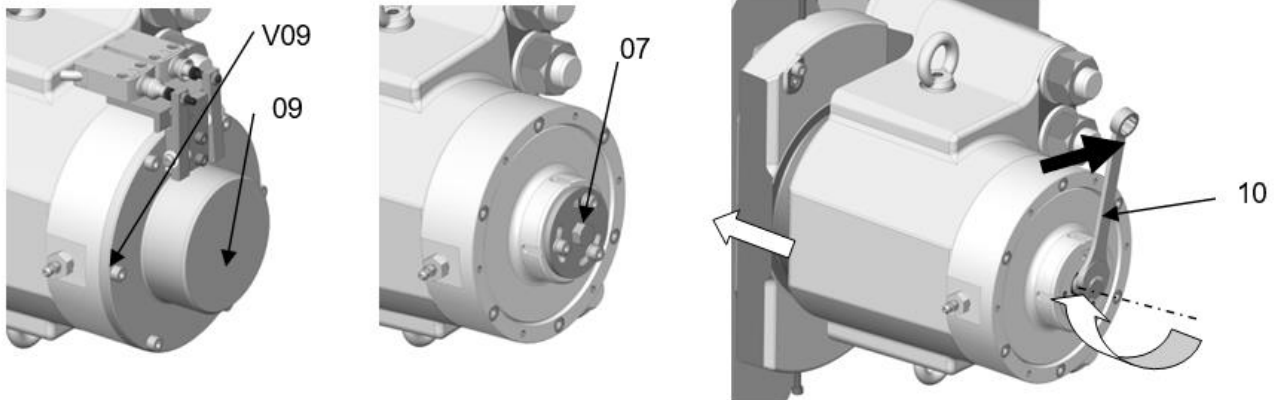

Bild 5.2
3. Die Abdeckung **09** durch Entfernen ihrer 6 Schrauben **V09** mit einem Innensechskantschlüssel abmontieren Bild 5.2.
4. Die Sicherungsscheibe **07** Bild 5.2 nach dem Lösen der Innensechskantschrauben abnehmen.